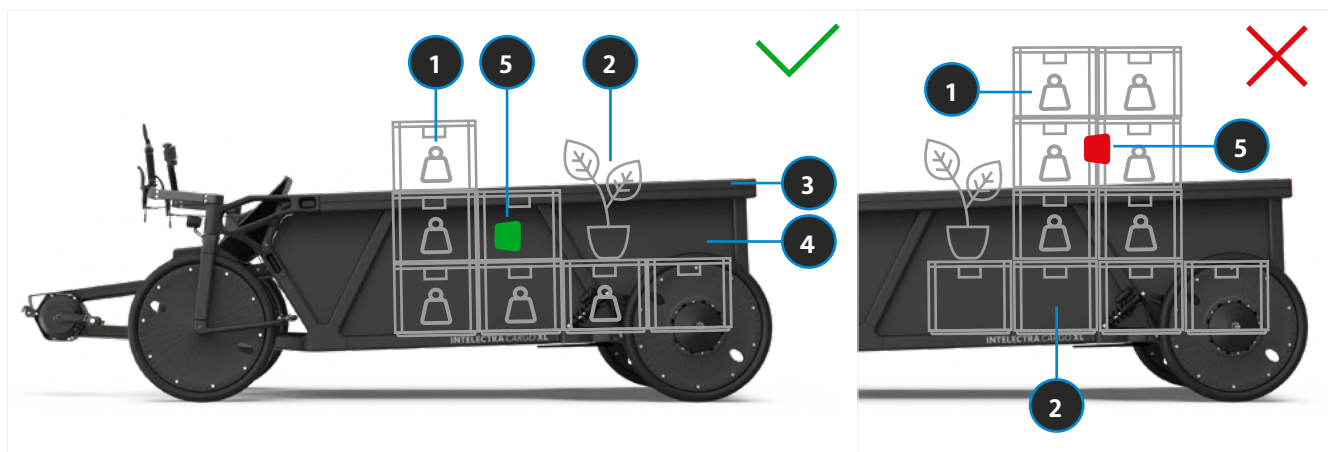

BILD 35 GEWICHTSVERTEILUNG IM LADERAUM
- ▷ Schwere Gegenstände immer im unteren Bereich des Laderaums platzieren. → Kap. „5.13 Beladung“ S. 52 (Bild 35)
- ▶ Ladung (Waren und Güter) dem Schwerpunkt entsprechend beladen (siehe Bild 35).